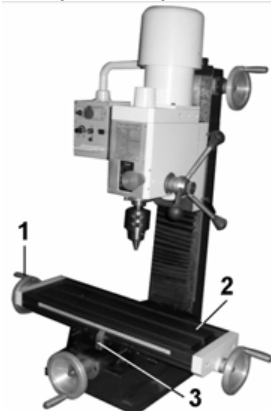

Рис. 2
7.3. Демонтируйте маховик (1). При этом на ходовом винте (6) должна остаться шпонка, Рис. 2, 3.
7.4. Демонтируйте указатель (3) перемещения рабочего стола (2), Рис. 2.